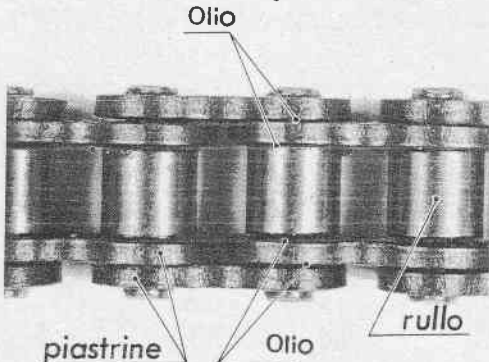

Fig. 27 - Lubrificazione catena
- Con un pennello e del petrolio pulire la catena da eventuale fango, quindi immergerla in un bagno d'olio per un'ora circa, questo per permettere all'olio di penetrare attraverso i rulli (vedi Fig. 27).